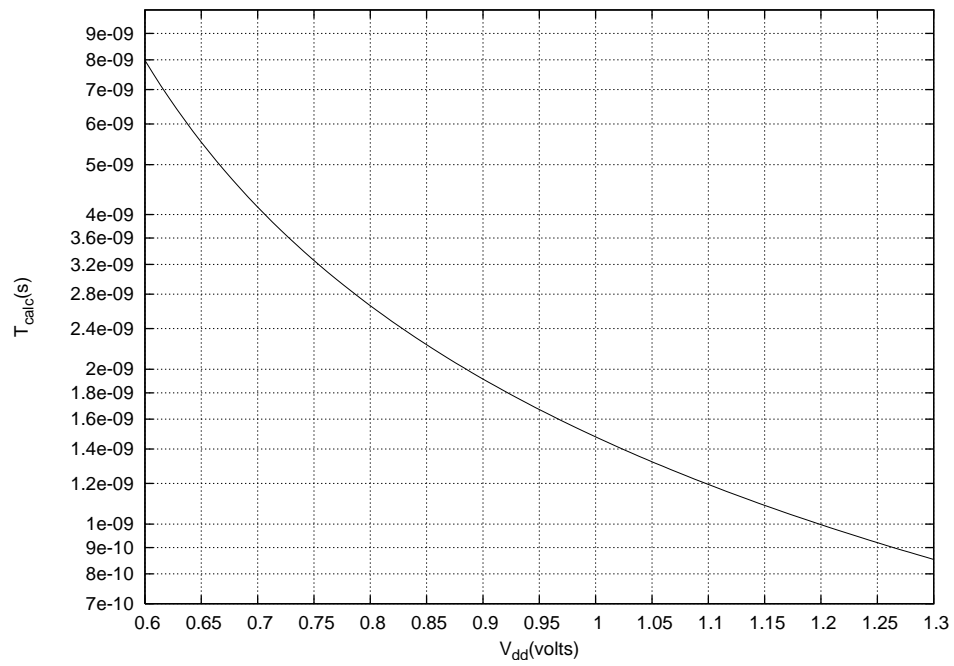

Figure 3 – Temps de calcul de la fonction **F**
- Le temps de calcul T_{calc} en fonction de la tension d'alimentation V_{dd} (voir **figure 3**)